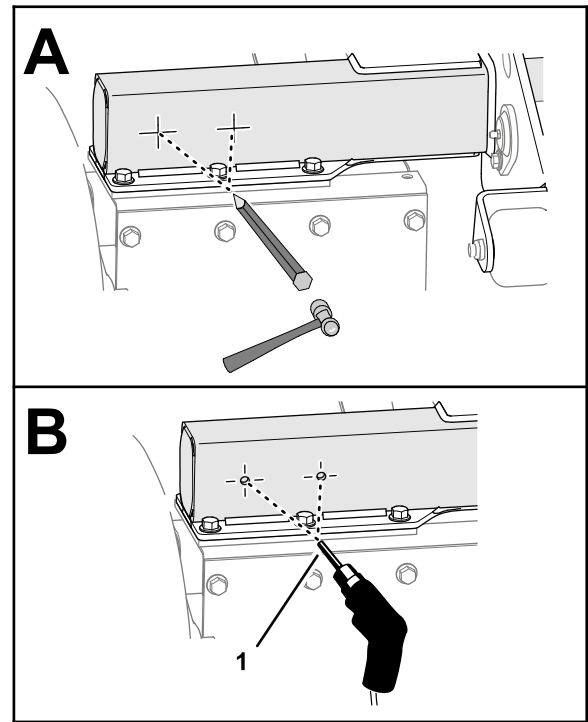

Figure 4
4. Marquez au pointeau les repères que vous avez faits aux points d'intersection (Figure 4).
5. Avec un foret de 11 mm, percez à l'emplacement marqué au pointeau (Figure 4) et à travers les deux parois du tube.